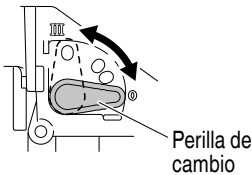

Fig. 13
(1) Esta sierra de calar emplea el funcionamiento orbital que mueve la cuchilla hacia adelante y hacia atrás así como también hacia arriba y hacia abajo. Poner la perilla de cambio, mostrada en la Fig. 13, en "0" para minimizar el funcionamiento orbital (la cuchilla se mueve hacia arriba y hacia abajo). El funcionamiento orbital puede seleccionarse en 4 pasos, desde "0" a "III".